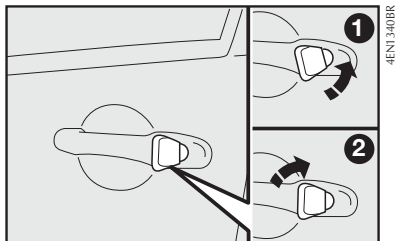
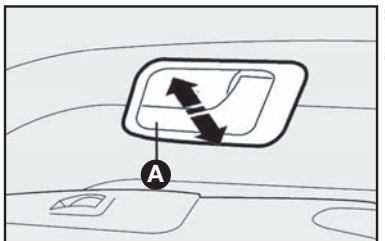

fig. 87
fig. 88
Abertura manual por fora – fig. 87
Abertura: puxar a maçaneta de abertura **A**—fig. 88.
Efetuar o travamento das portas, manualmente, pressionando a maçaneta interna de abertura da porta dianteira direita **A**—**fig. 88** e, a seguir, girar a chave na fechadura externa da porta do motorista posição **2**—**fig. 87** no sentido horário.
– **Para fechar a porta manusear a maçaneta pela região C—fig. 88, para evitar o acionamento da fechadura, que iria impedir o fechamento da porta. O correto fechamento da**